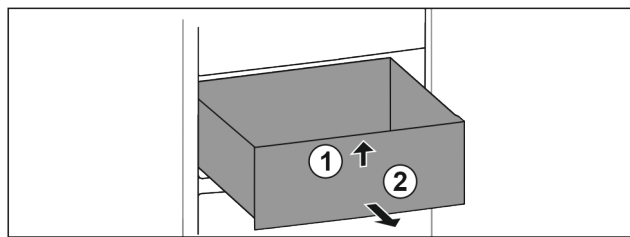

Fig. 133
- Emelje meg a fiók elejét. Fig. 133 (1)
- Vegye ki a fiókot előre felé. Fig. 133 (2)